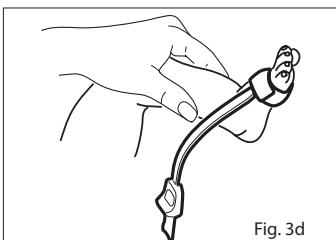

Fig. 3d
- Reportez-vous à la Fig. 3d. Vérifiez que le capteur est correctement positionné et remettez-le en place si nécessaire.